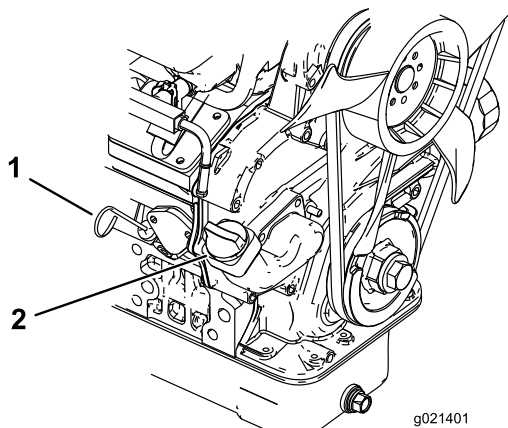

Bild 25
2. Nehmen Sie den Peilstab (Bild 25) heraus und wischen Sie ihn mit einem sauberen Lappen ab. Stecken Sie den Peilstab in das Rohr und stellen Sie sicher, dass er vollständig eingeführt ist. Entfernen Sie den Peilstab und prüfen den Ölstand.
3. Nehmen Sie bei einem niedrigen Ölstand den Fülldeckel (Bild 25) ab und gießen Sie genug Öl in die Öffnung, bis der Ölstand die Vollmarkierung am Peilstab erreicht.